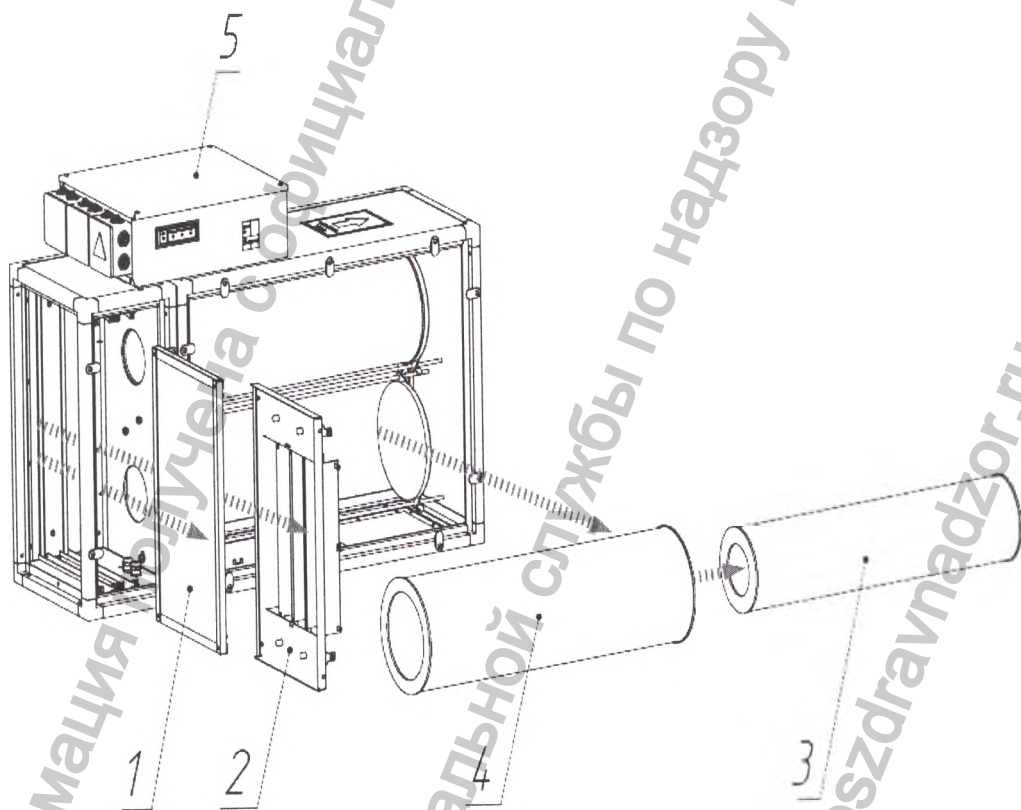

Рисунок 1.5 — Функциональные блоки прибора
1.1.4.1 Прибор пропускает воздух через функциональные блоки (рисунок 1.5, поз.1–4), где происходит очистка воздуха от механических и химических примесей, обеззараживание воздуха, инактивация микроорганизмов.